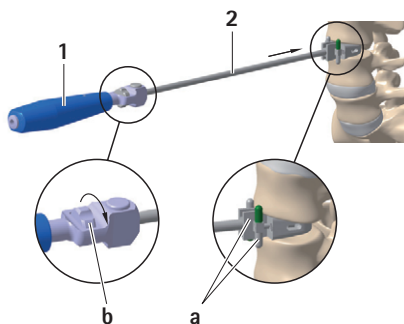

Fig. 1
- ▶ Monter mejselstyr 2 med den ønskede implantathøjde og -vinkel på håndtag 1, se Fig. 1.
- ▶ Drej hjulet b med uret, og juster sikkerhedsstoppet a til den korteste mejsellængde, se Fig. 1.
- ▶ Indsæt mejselstyr 2 centralt i diskusrummet, og juster sikkerhedsstoppet a til den ønskede mejseldybde under radiografisk overvågning, se Fig. 1.